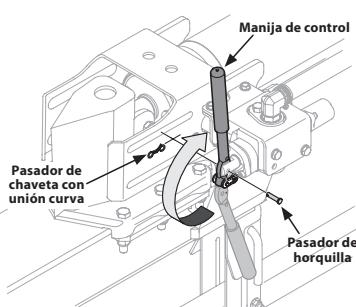

Figura 9
22. Extraiga el pasador de horquilla y el pasador de chaveta con unión curva de la manija de control. Vea la Figura 9.
23. Rote la manija de control hasta la posición de operación y sujetela con el pasador de horquilla y el pasador de chaveta con unión curva que se extrajo en el paso 1. Consulte la Figura 9.